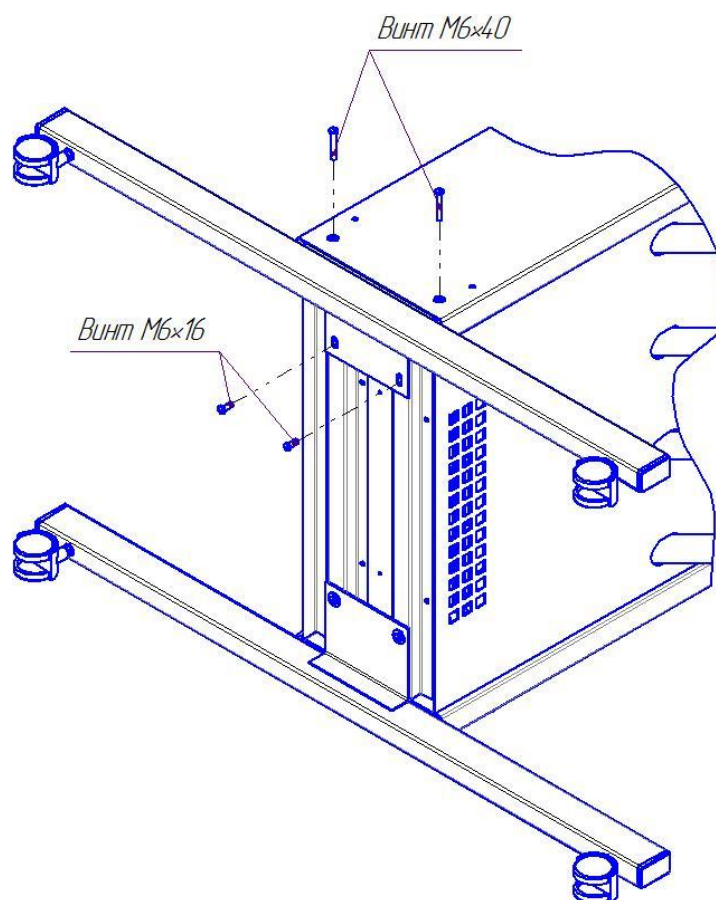

Рис. 6 Схема крепления опор
- 6.1. В случае комплектации модуля сушильного опорами, прикрепить опоры к корпусу с помощью винтов М6×40 и М6×16 (см. рис.6). Вкрутить колеса.